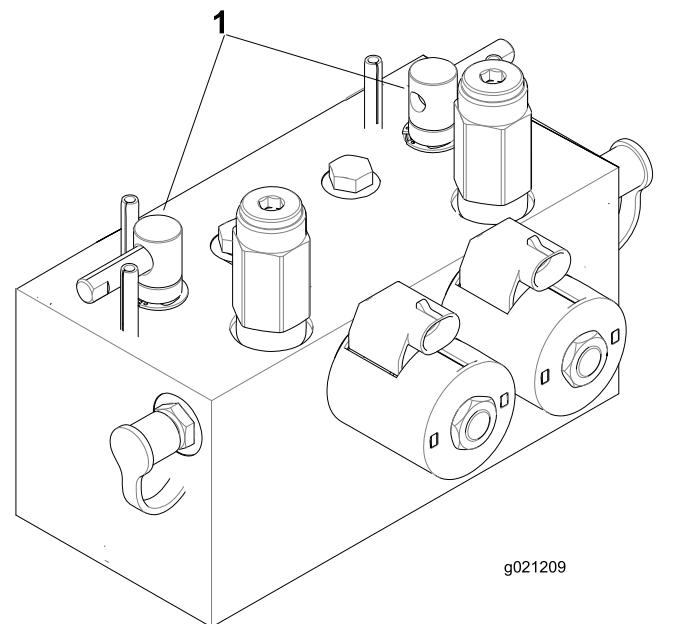

Bild 107
2. Entriegeln und klappen Sie den Sitz hoch, um die Läpphebel frei zu legen (**Bild 107**).
5. Wählen Sie entweder den vorderen, hinteren oder beide Läpphebel aus, um festzulegen, welche Geräte geläppt werden (Bild 107).